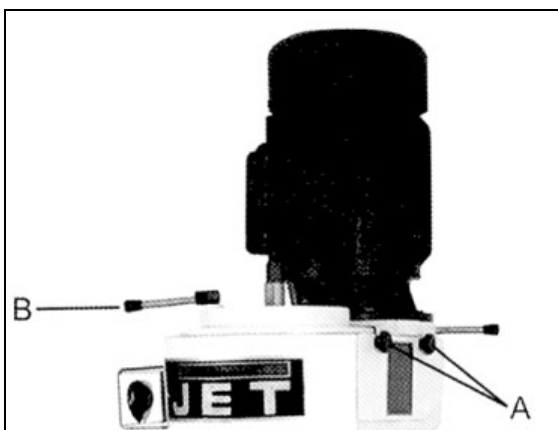

Рис. 3
Используя тормоз шпинделя (С, рис.3) ослабьте зажимную тягу (N) с помощью ключа.